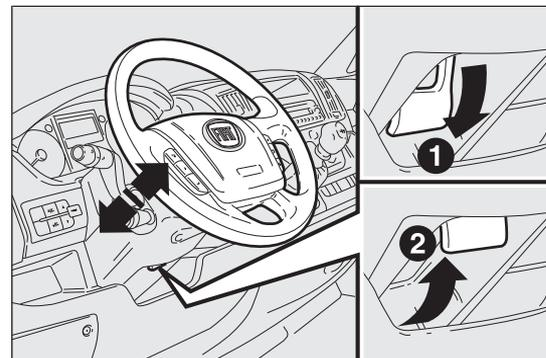

Abb. 40
- den Hebel Abb. 40 durch Ziehen zum Lenkrad ausrasten (Stellung 2);